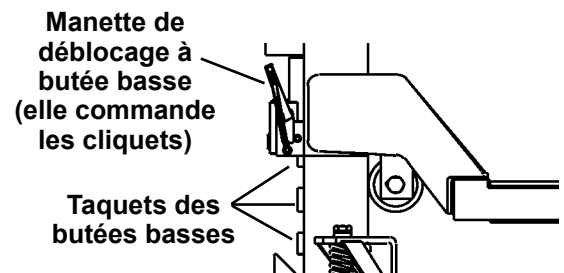

Figure 6
3. Vérifiez que les cliquets des butées engagent les taquets des celles-ci **À LA MÊME HAUTEUR** sur chaque vérin. Ajustez le niveau du véhicule à l'aide de l'unité de commande pneumatique, au besoin. Figure 6.
2. Vérifiez que les cliquets des butées sont bien engagés sur les taquets de chaque vérin et que l'essieu soulevé est de niveau. Figure 6.
10. Vérifiez que les cliquets des butées sont bien engagés sur les taquets de chaque vérin et que l'essieu soulevé est de niveau. Se reporter à la figure 6.